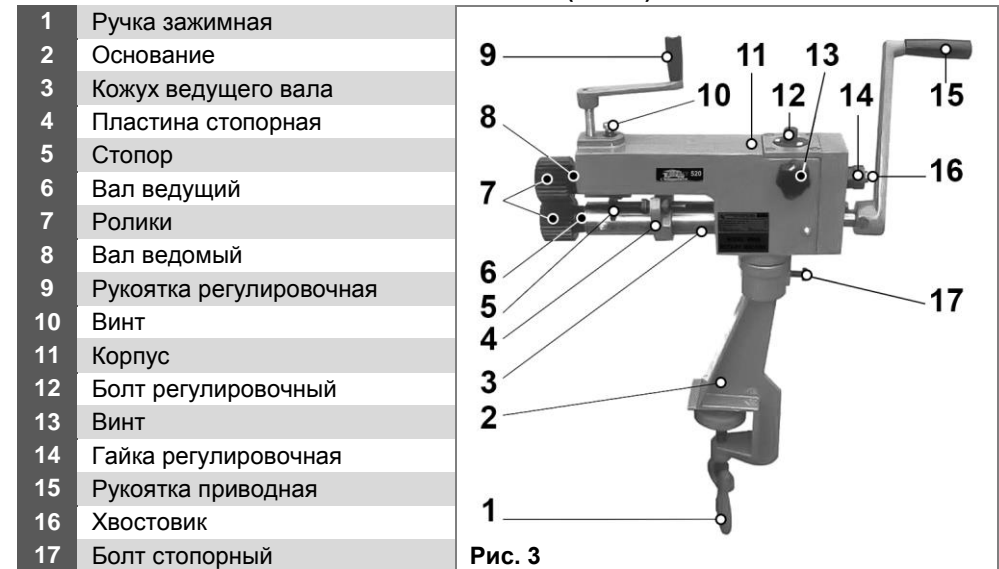

Рис. 3
10.2. Смажьте ведущий вал (6) через масленки, установленные на кожухе (3), жидким маслом (Рис. 3).
## 8.2. Регулировка положения верхнего ролика (Рис. 3).
## 8.3. Регулировка горизонтального положения верхнего ролика (Рис. 3).
9.1. Установите станок на устойчивое основание (стол или верстак), прикрутив его зажимной ручкой (1). Ослабив стопорный болт (17), поверните станок на угол, необходимый для проведения технологической операции вокруг горизонтальной оси. Зафиксируйте это положение стопорным болтом (17) (Рис. 3).
## 8.4. Регулировка стопоров ширины кромки (Рис. 3).
## 6. УСТРОЙСТВО (Рис. 3)
7.2. Зафиксируйте стопорный болт (17) (Рис. 3).
7.3. Установите рукоятку приводную (15)
на хвостовик ведущего вала станка (6) и зафиксируйте ее винтом на рукоятке (15) (Рис. 3).
7.4. Установите рукоятку регулировочную (9) на станок (Рис. 3).